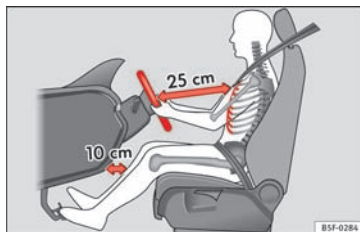

Fig. 74 Korrekt afstand mellem fører og rat
- Indstil rattet, så afstanden mellem rattet og førerens brystkasse er mindst 25 cm » Fig. 74.
- Indstil førersædet, så der mindst er 25 cm mellem brystkassen og rattets midte » Fig. 74. Hvis du sidder tættere på end 25 cm, beskytter airbagsystemet ikke optimalt.